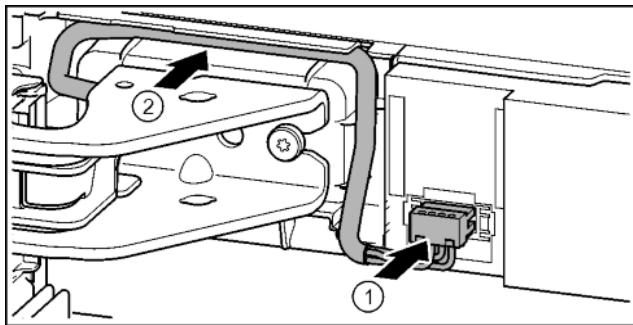

Fig. 38
- Зафиксировать штекер над верхним опорным кронштейном и осторожно уложить жилы кабеля в канал. Fig. 38 (1)
- Осторожно проложить серый кабель в направляющей над верхним опорным кронштейном. Fig. 38 (2)